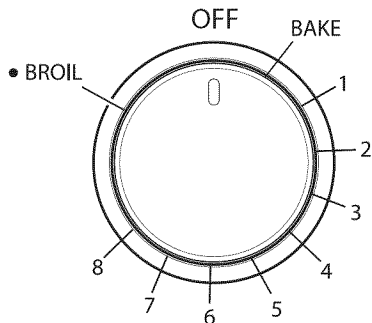

Fig. 3.1
Les nombres imprimés sur le bouton de commande (fig. 3.1) indiquent l'augmentation de la valeur de la température du four (reportez-vous au tableau de température près du bouton de commande (F) ou sous la table sous la figure 3.1 pour temperture en C / F.